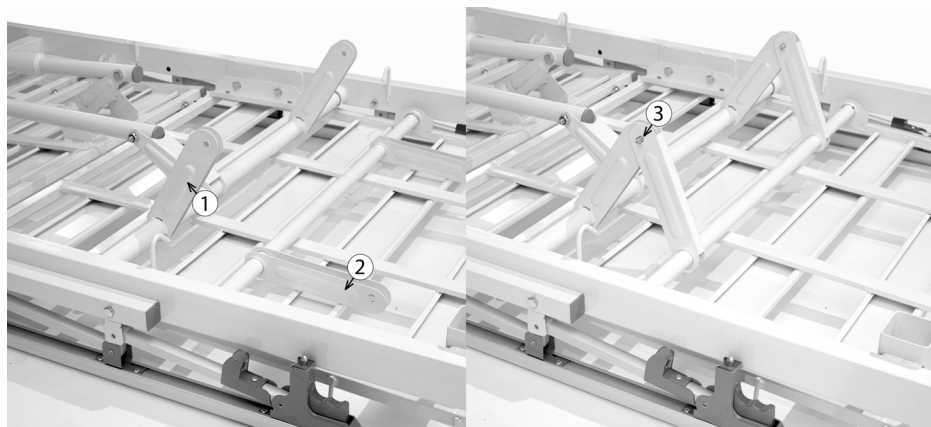

Рис. 5 Схема установки стержней механизма крепления привода
5. Вращая ручку, регулирующую наклон головной секции, совместите отверстие на стержнях (1) и (2) и зафиксируйте их положение (3) (см. Рис. 5).